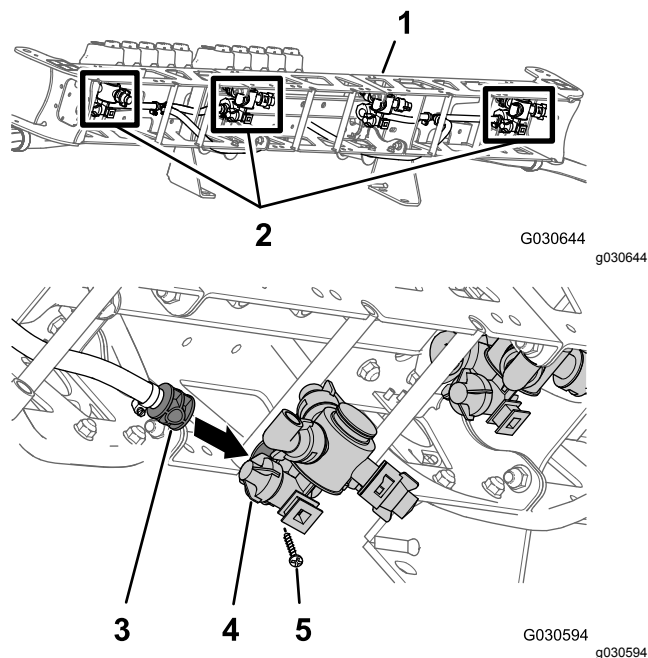
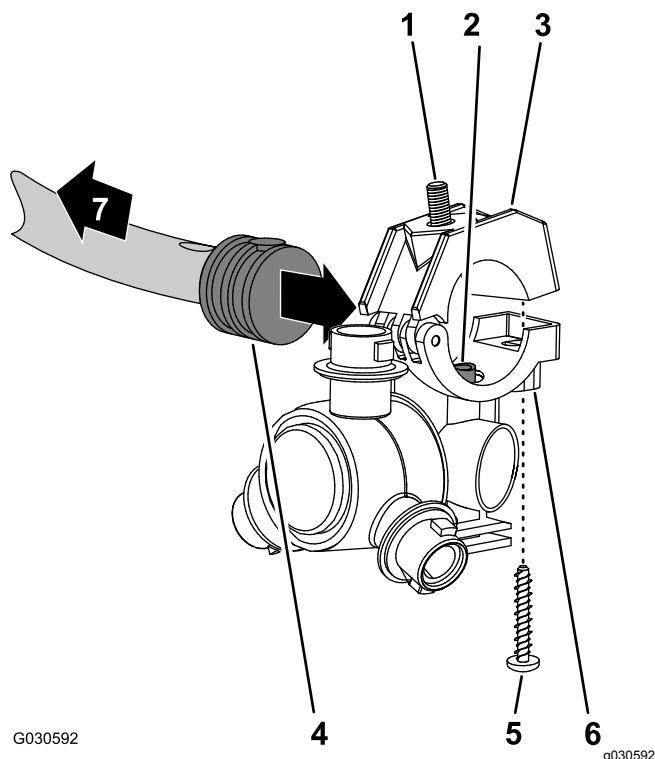

Figure 120
Figure 121
- Sur la section de rampe centrale, alignez le tube de transfert dans le demi-collier inférieur de la buse de pulvérisation (Figure 120 et Figure 121) et le trou dans le côté de l'anneau cannelé simple (1/2").
- Fermez le demi-collier supérieur autour de l'anneau cannelé et fixez le demi-collier et le corps de la buse de pulvérisation (Figure 121) avec la vis en acier inoxydable (n° 12 x 1¼").